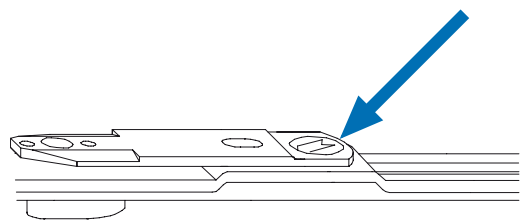

Рис. 9: Базировка для рубки
4. Торцев рычага верхней шины OS1.600 (1) упирают в базирующий штифт (2) – смотри стрелку, Рис. 9.
5. Рубят верхнюю шину (1).